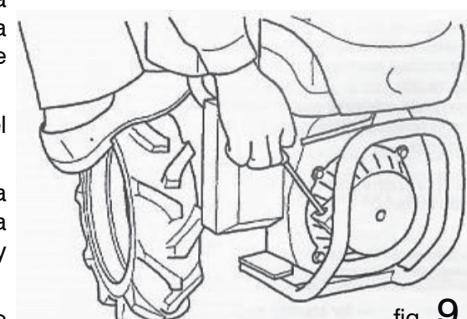

fig. 9
- 3) Tire lentamente de la correa de arranque hasta encontrar resistencia. Una vez que note la resistencia, mantenga los pies firmes en el suelo y tire energicamente (fig. 9).